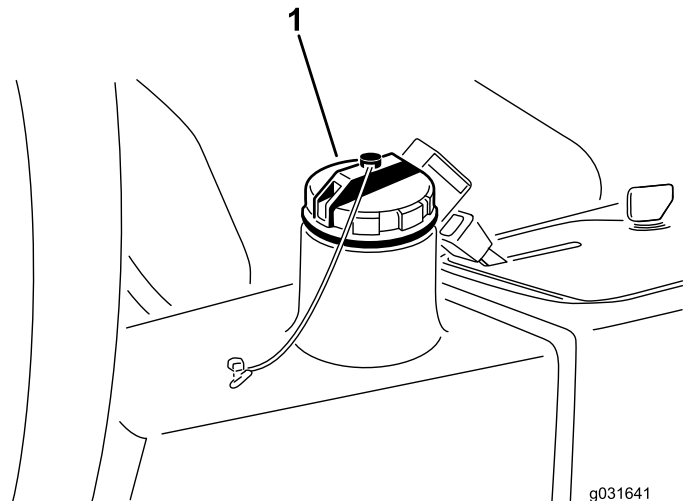

Figura 67
4. Llene el depósito (Figura 67) con aproximadamente 13,2 litros de aceite hidráulico; consulte Comprobación del sistema hidráulico (página 56).